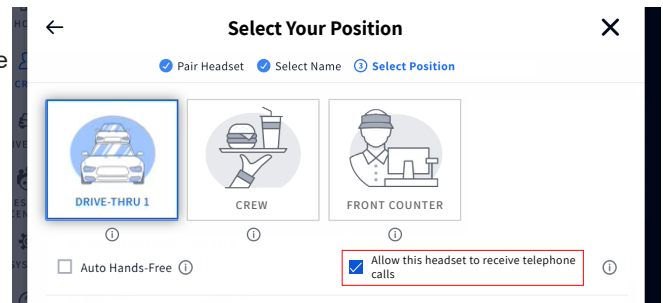

Fig. 11.6
- Cuando aparezca el cuadro de diálogo **Seleccione su Posición** seleccione una posición y marque la casilla etiquetada: Permitir que los auriculares reciban llamadas telefónicas. Véase la Fig. 11.6. (Dado que solo se puede designar un auricular para recibir llamadas telefónicas, al marcar la casilla se fuerza la salida de este modo de cualquier auricular asignado anteriormente).